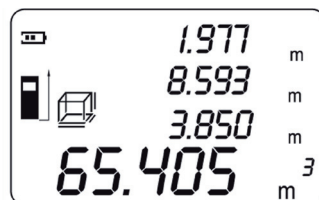

Fig. 14
7. Nuovamente premere il tasto "Read" per visualizzare il volume nell'ultima riga in basso sul display; allo stesso tempo l'altezza sarà indicata nella terza riga sul display (fig. 14).